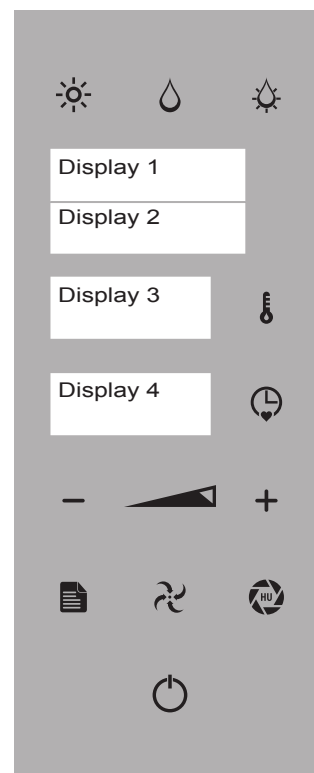

Fig.1
- Modalidade "STAND BY": tecla "ENTER" iluminada e visualização do relógio (Fig.1 Display 3).
- Modalidade "MENU PRINCIPAL": tecla "ENTER" iluminada, visualização do relógio (Fig.1 Display 3) e visualização das funções (LAVAR - RECEITAS - SENSOR DE NÚCLEO - PÓS - SALVAR RECEITAS - IMPORTAR RECEIRAS - ATUALIZAR FW - DESLIGADO - Fig.1 - Display 1).
Na modalidade "seleção da função" ou "seleção do parâmetro", depois de 5 segundos de inatividade, o forno memoriza a função ou o valor visualizado (Fig.1 Display 2 - 3 - 4).
O "Programa" e/ou "Receita" de cozedura pode ser retomado e repetido quando necessário. A aparelhagem pode armazenar até 60 programas, e a duração de cada programa não pode exceder 9 horas consecutivas de trabalho. Dentro do "Programa", são possíveis 5 fases de cozedura. A "Fase de cozedura" evidenciada pela escrita "FASE" (Fig.1 Display 2) indica as características de cozedura com as quais são tratados os alimentos.